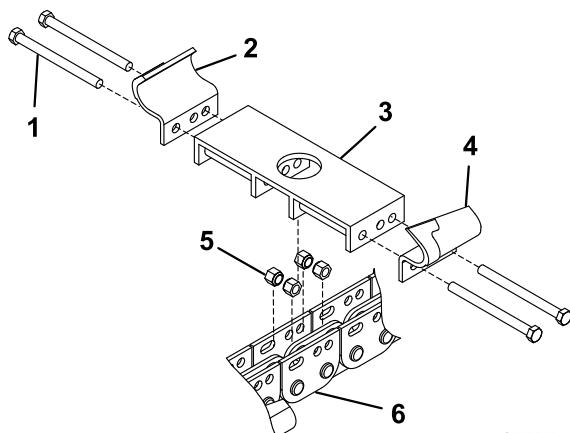

Figure 2
2. Fixez une entretoise de 20 cm (8"), une dent pour terre côté gauche et une dent pour terre côté droit à la position **B** sur la chaîne à l'aide de 4 boulons (3/8 x 2-1/2") et 4 contre-écrous (3/8-24") (Figure 2).
2. Fixez une entretoise de 20 cm (8"), une dent pour terre coté gauche et une dent pour terre côté droit à la position **G** sur la chaîne à l'aide de 4 boulons (3/8 x 2-1/2") et 4 contre-écrous (3/8-24") (Figure 2).
3. Fixez une entretoise de 25 cm (10"), une dent pour terre coté gauche et une dent pour terre côté droit à la position **H** sur la chaîne à l'aide de 4 boulons (3/8 x 3-1/2") et 4 contre-écrous (3/8-24") (Figure 2).
4. Fixez une entretoise de 30,5 cm (12"), une dent pour terre coté gauche et une dent pour terre côté droit à la position **I** sur la chaîne à l'aide de 4 boulons (3/8 x 4-1/2") et 4 contre-écrous (3/8-24") (Figure 2).
9. Fixez une entretoise de 20 cm (8"), une dent pour terre coté gauche et une dent pour terre côté droit à la position **L** sur la chaîne à l'aide de 4 boulons (3/8 x 2-1/2") et 4 contre-écrous (3/8-24") (Figure 2).
la position **M** sur la chaîne à l'aide de 4 boulons (3/8 x 3-1/2") et 4 contre-écrous (3/8-24") (Figure 2).
11. Fixez une entretoise de 30,5 cm (12"), une dent pour terre coté gauche et une dent pour terre côté droit à la position **N** sur la chaîne à l'aide de 4 boulons (3/8 x 4-1/2") et 4 contre-écrous (3/8-24") (Figure 2).